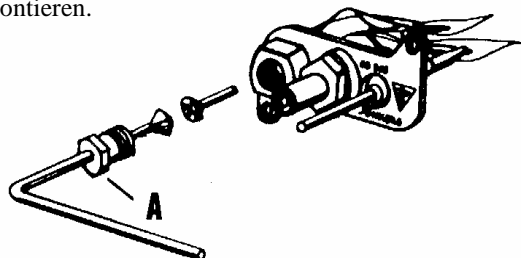

Fig. 3
Die Spannmutter (A) der Zündflammenleitung losdrehen und die Leitung aus dem Zündflammenbrenner ziehen. (Fig. 3). Sie müssen die montierte Einspritzdüse kontrollieren und, wenn notwendig, gegen eine neue auswechseln. Kontrollieren Sie die Kodenummer (siehe technische Daten). Darauf müssen Sie die Zündflammenleitung wieder montieren.
Loosen the tightening nut (A) of the bypass flame pipe and pull the pipe out of the bypass flame burner (Fig. 3). Check the nozzle and if necessary, replace it by a new one. Check the code number (see technical data). Subsequently, reinstall the bypass flame pipe.